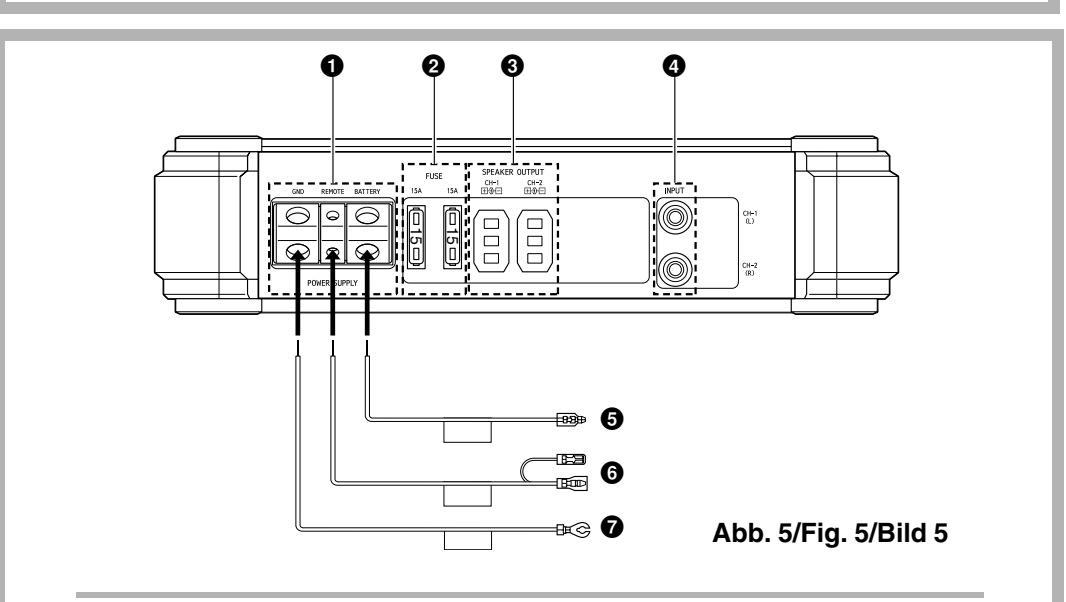
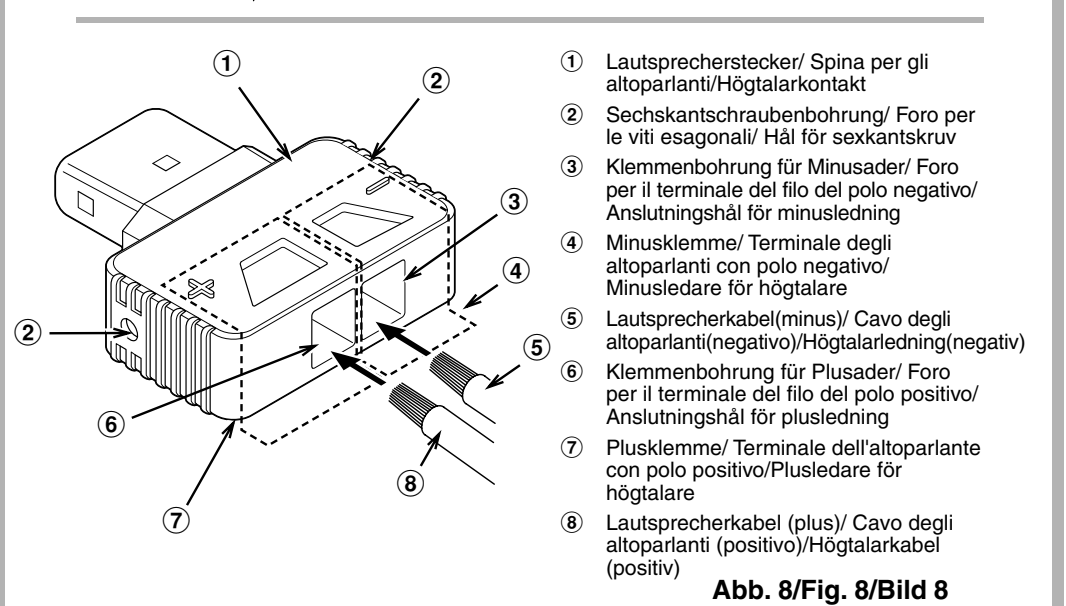

Abb. 5/Fig. 5/Bild 5
Abb. 8/Fig. 8/Bild 8
ANSCHLÜSSE (Abb. 5 – Abb. 8)
4. Führen Sie die freigelegten Leiter ganz in die Klemmenbohrung ein. Siehe Abb. 8.